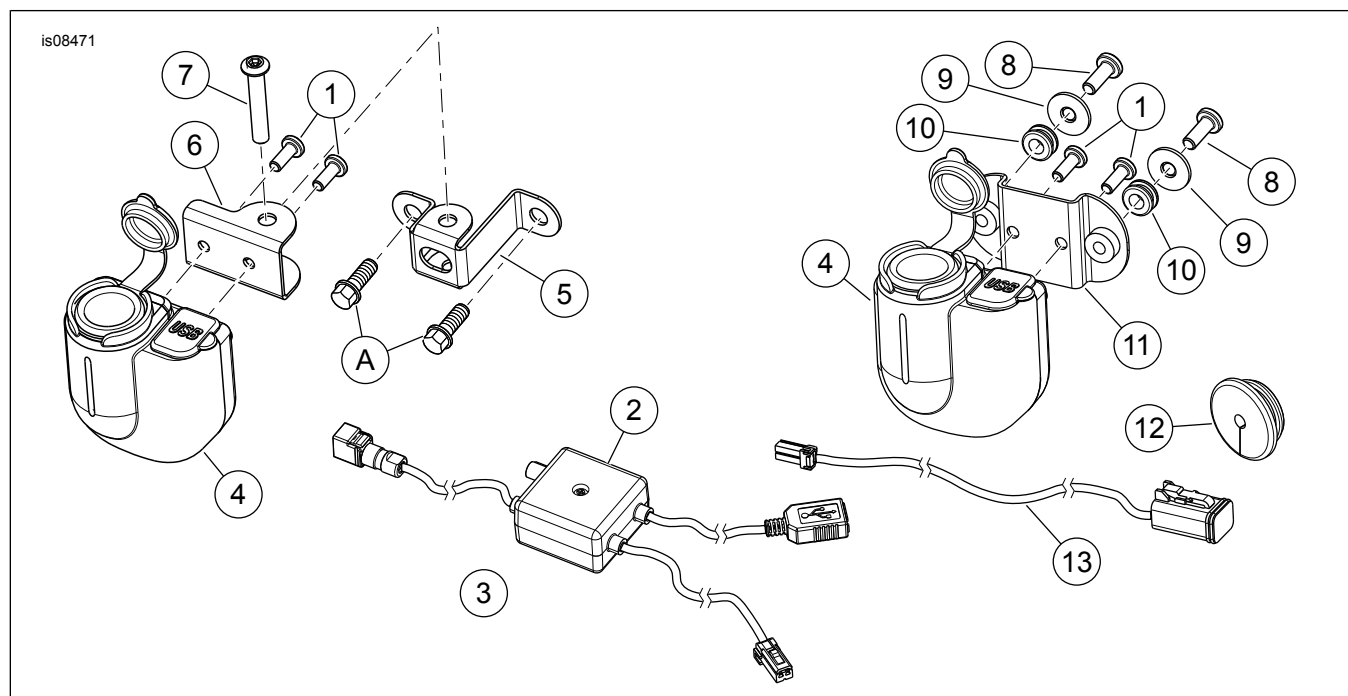

Figura 7. Parti di ricambio: Uscita di alimentazione/USB
Vedere Figura 7 e Tabella 1.
13. Vedere Figura 7. Collegare il cavo (13) alla presa per gli accessori. Vedere il manuale di manutenzione.